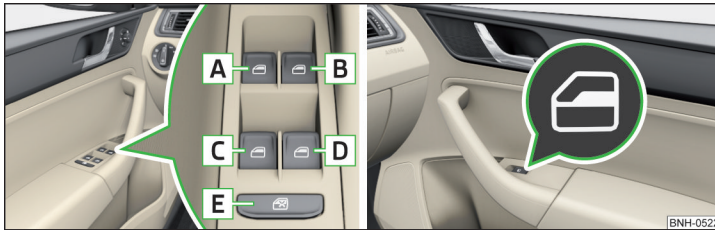

Abb. 37 Tasten der Fensterheber
**Tasten der Fensterheber** » Abb. 37
- Die Taste  » Abb. 37 drücken.